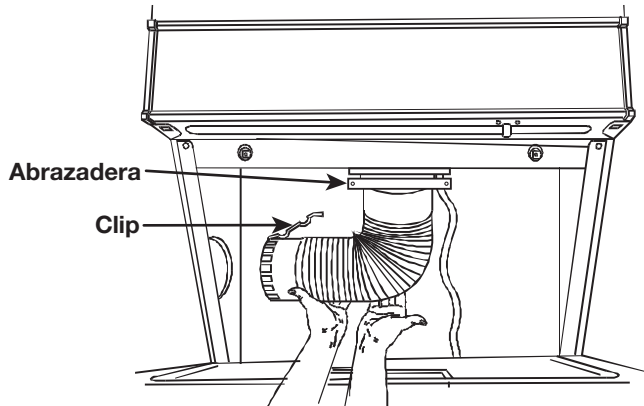

Figura 4
5. Instale el nuevo tubo flexible en el codo de escape. Fije el tubo de ventilación lateral a la unidad mediante una abrazadera. Fije el clip en el extremo del tubo de ventilación. Desde la parte delantera de la máquina, meta la mano para agarrar el tubo flexible. Doble hacia la abertura del orificio de escape del panel e inserte el extremo del tubo flexible con la abrazadera. Vea la Figura 4.